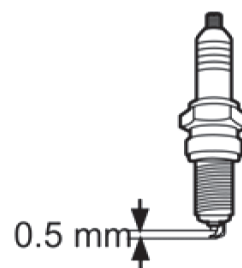

Fig. 55
- > Revise la brecha de la bujía. Debe ser de 0,5 mm (Fig. 55).
- > Al sustituir una bujía, primero apriete de forma manual y luego apriete suavemente con la llave de bujía (32).